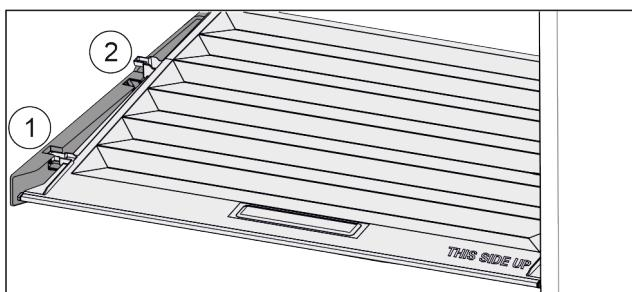

Fig. 161
- Кришку до отвору в деталях для підтримки потягнути вперед Fig. 161 (1).
- Підняти ззаду знізу та вийняти Fig. 161 (2) вгору.